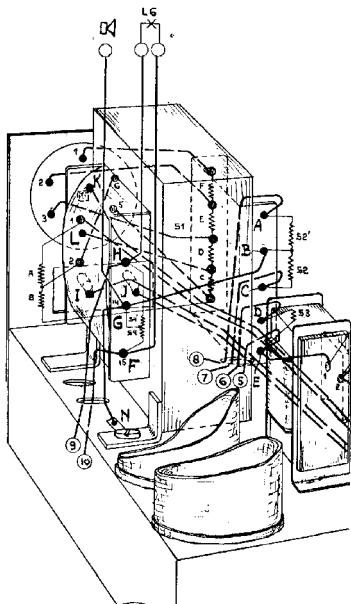

Fig. 7
3. Soldeer de verbindingen van de transformator en omschakelaar gemerkt van A tot en met L (fig. 7) los. De transformator met plaat kan nu weggenomen worden.